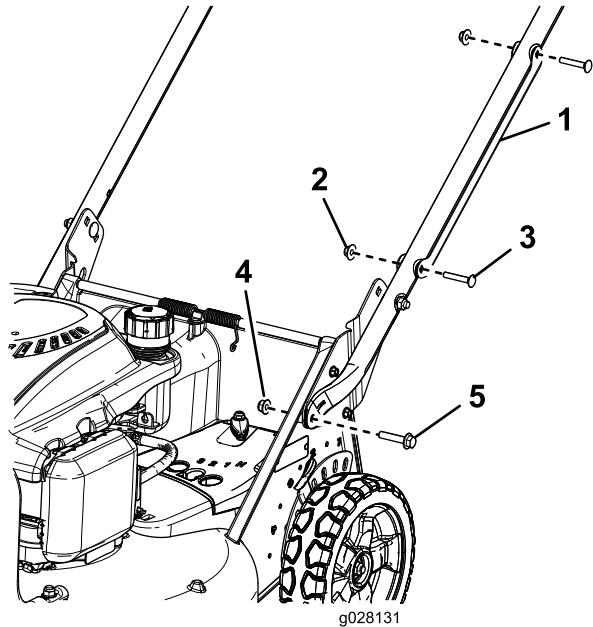

Figure 3
- Déposez le protège-câble du guidon (Figure 3) en retirant les 2 boulons de carrosserie et les 2 contre-écrous qui le fixent au guidon.
- Contre-écrou (2)
- Boulon de carrosserie (1/4 x 1-1/2 po) (2)
- Écrou à embase (5/16 po) (2)
- Boulon à tête-embase hexagonale (5/16 x 1-1/2 po) (2)
- Fixez les extrémités du guidon au carter de la tondeuse au moyen de 2 boulons à tête-embase hexagonale (5/16 x 1-1/2 po) et de 2 écrous à embase (5/16 po), comme montré à la Figure 3.
6. Positionnez le protège-câble sur le guidon en recouvrant le(s) câble(s), et fixez-le solidement au guidon au moyen des 2 boulons de carrosserie et des 2 contre-écrous retirés précédemment (Figure 3).